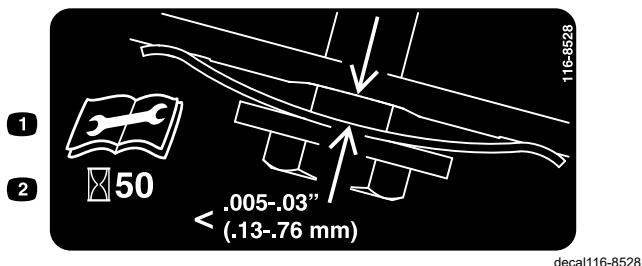

Figura 33
3. Tenete un calibro tra 0,13 e 0,76 mm sul muro e fatelo scorrere in basso dietro la molla di tensione della cinghia; fate riferimento a (Figura 33).